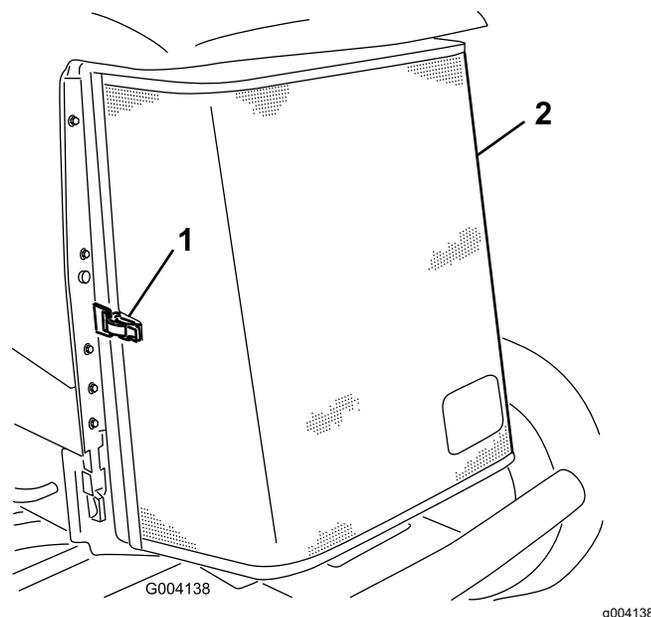

Рисунок 93
3. Откройте защелку и откиньте заднюю решетку (Рисунок 93).